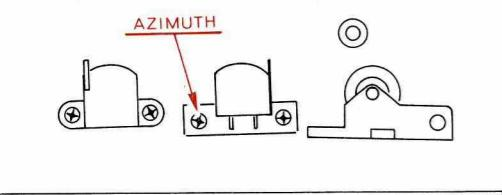

Fig. 37. Justering, azimuth
- Justér hodevinkele (se fig. 37) til maksimalt signal oppnås på utgangene.